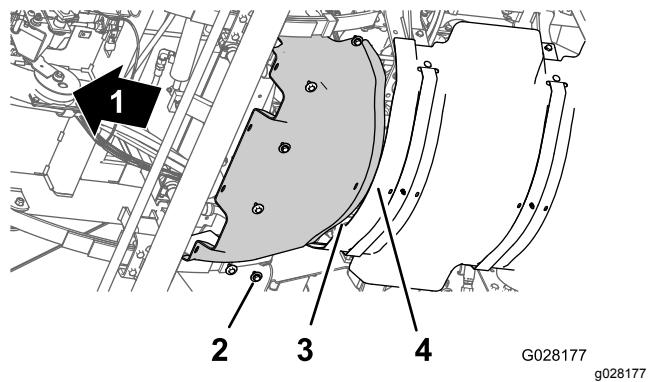

Figura 67
2. Allineate i fori sullo schermo termico anteriore con i fori filettati nello chassis (Figura 67).
3. Montate lo schermo termico anteriore alla macchina con i 6 bulloni a testa esagonale e le 6 rondelle (Figura 67) rimossi al passaggio 3 della sezione Rimozione dello schermo termico anteriore \(pagina 4\).
1. Allineate la flangia posteriore dello schermo termico anteriore sopra alla flangia anteriore dello schermo termico posteriore (Figura 67).